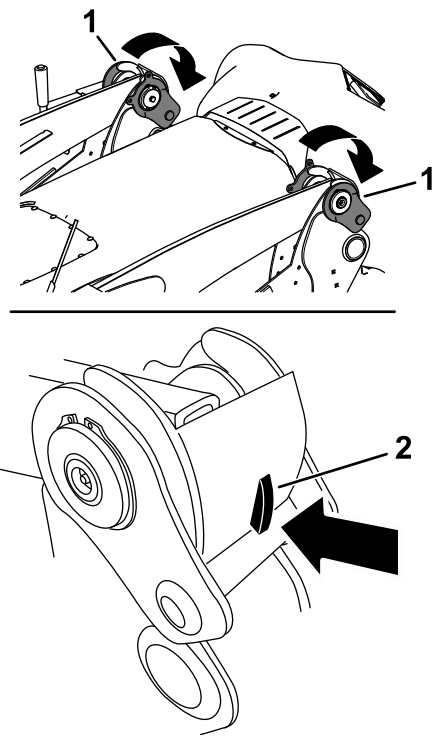

Figura 56
7. Bloccate i bracci di carico sulla macchina abbassando ciascun fermo del braccio di carico in modo che il dispositivo di chiusura serri i fermi in posizione (Figura 56).